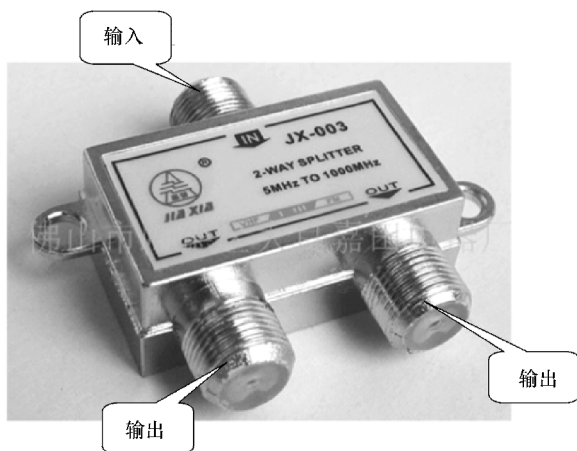

图 6-32 有线电视线分配器
2) 有线电视线从总线盒中分出来,然后与有线电视线的分配器相连接,再将有线电视线的分配器分为多根线分别输出。如图 6-32 所示为常见的有线电视线分配器。